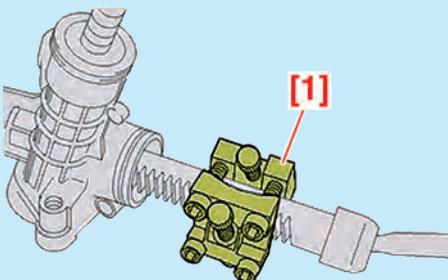

Fig.1
- Mettre en place l'outil [1], du côté gauche, sur le boîtier de direction (Fig.1).